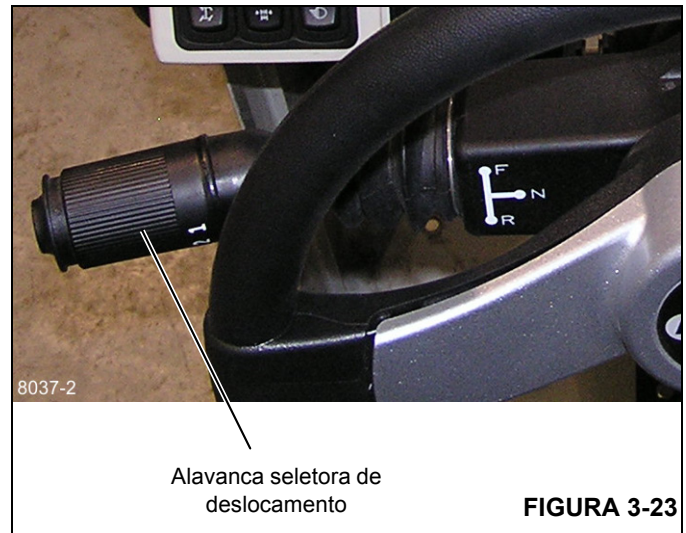

FIGURA 3-23
4. Coloque a alavanca seletora de deslocamento (Figura 3-23) em ponto morto (posição N).